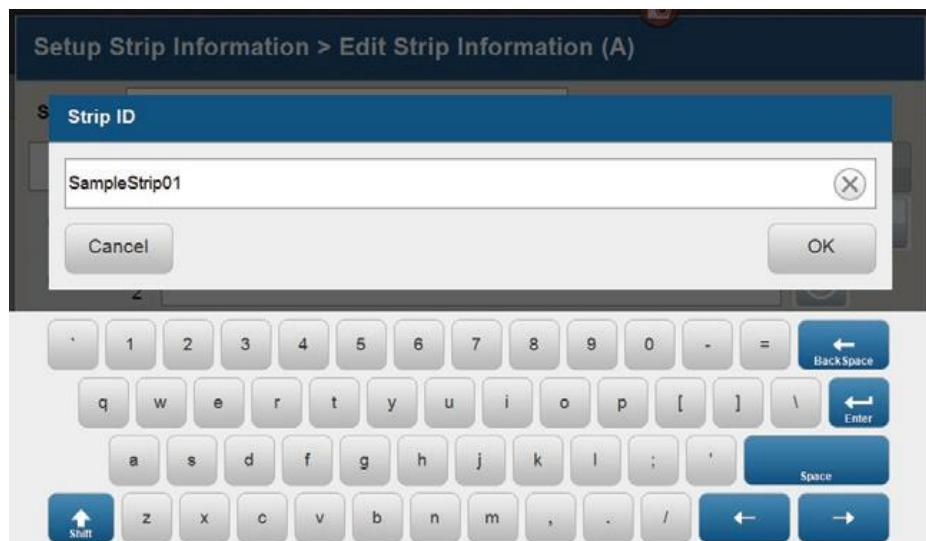

図 61 Set Strip ID ウィンドウ
**Set Strip ID** のウィンドウが開き、画面上のキーパッドが利用可能になります。(図 61)